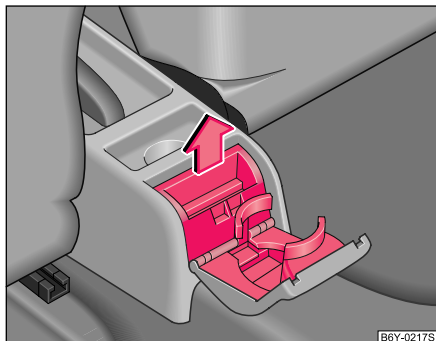

Fig. 66 Consola central: Cenicero trasero
- Levantar la tapa del cenicero y sacar el suplemento de cenicero hacia arriba en el sentido de la flecha ⇒ fig. 66.